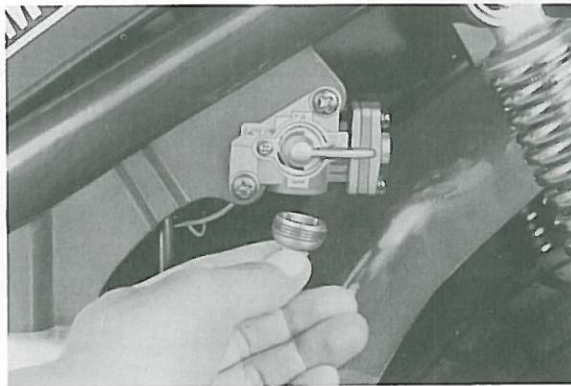

Fig. 2-4-1
- b. Remove filter cap and clean filter. (Fig. 2-4-1)
- b. Enlever la cuvette de décantation, et nettoyer le filtre. (Fig. 2-4-1)
- b. Verschlusskappe des Kraftstofffilters abnehmen und Filter reinigen. (Fig. 2-4-1)